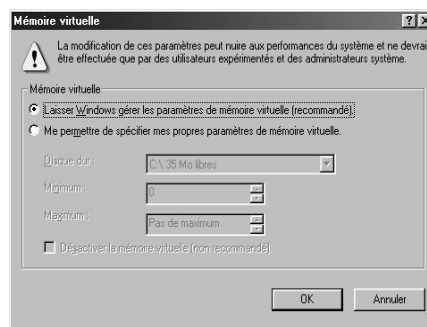

Figure 10. La boîte de dialogue Mémoire virtuelle.
4. Dans la feuille Performances, cliquez sur le bouton Mémoire virtuelle. Windows 98 affiche la boîte de dialogue Mémoire virtuelle, présentée en figure 10.